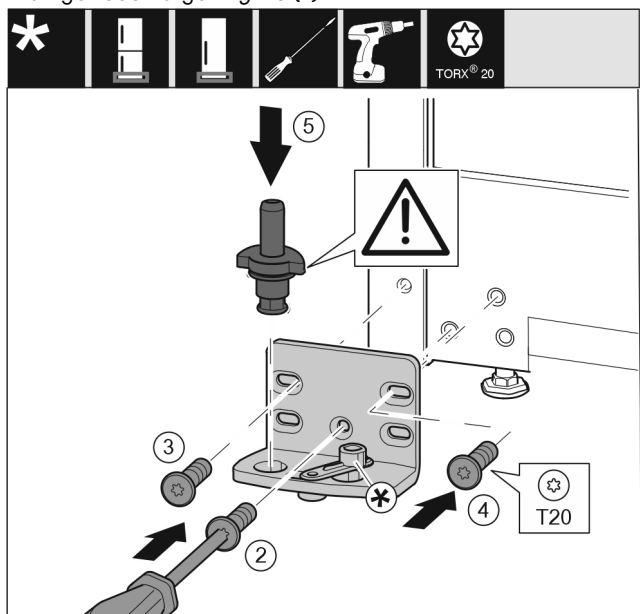

Fig. 14
- Pange laagripukk teisel küljel kohale ja kruvige kruvikeeraja T20 abil külge. Alustage kruviga 2 alt keskelt. Fig. 14 (2)
- Keerake kruvi 3 ja 4 kinni. Fig. 14 (3,4)
- Pange laagripolt täielikult sisse. Pöörake seejuures tähelepanu sellele, et fiksaatornukk on tahapoole suunatud. Fig. 14 (5)